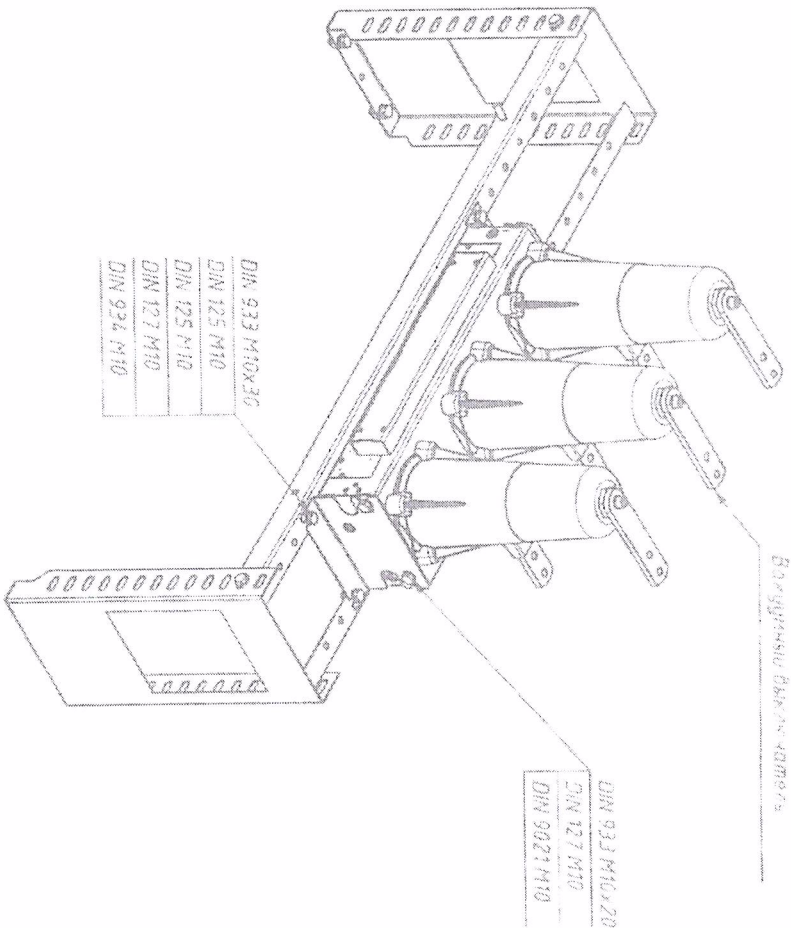

Рисунок 2. Установка выключателей в камере КСО.
1.2.2. Установить на опору конструкцию и при помощи крепёжных элементов из комплекта адаптации закрепить вакуумный выключатель ВВ/ЕЛ-10 (коммутационный модуль) (рис. 2).